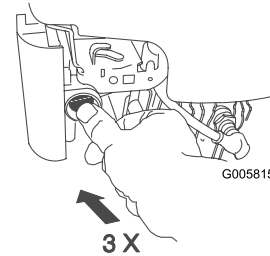

Figura 11
- Apriete el cebador 3 veces con el dedo pulgar, presionando con fuerza, y manteniendo la presión durante un segundo antes de soltarlo (modelos 10643C y 10644C únicamente) (Figura 11).